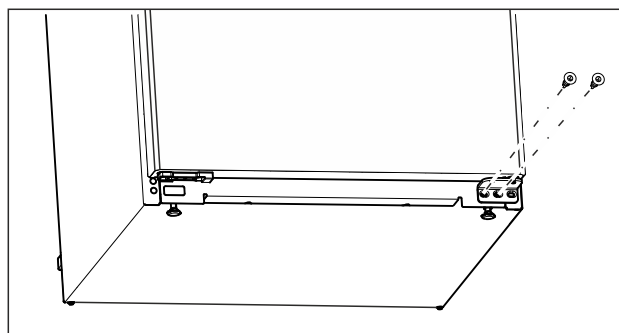

Fig. 10
- Na spodnjem ležajnem podstavku z izvijačem Torx 20 odvijte sredinski vijak. (glejte Fig. 10)
- ▶ Na spodnjem ležajnem podstavku z izvijačem Torx 20 odvijte notranji vijak. (glejte Fig. 10)